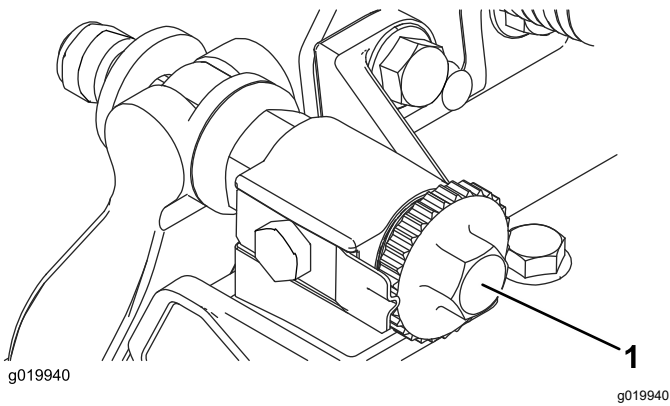

图 7
- A. 顺时针旋转底刀架调节螺丝图 7 一次调整一格直到感觉并听到轻微的接触。